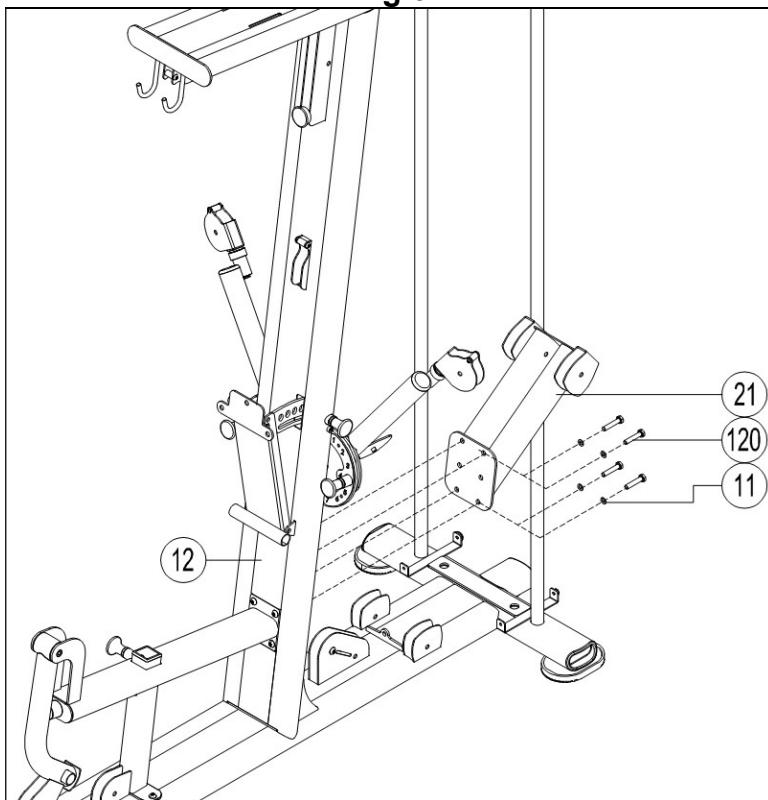

Fig.7
7.- Coloque la estructura giro (96) en la estructura superior (20) y atorníllela usando la tuerca (97), los tornillos (74) y las arandelas (75), Fig.7.